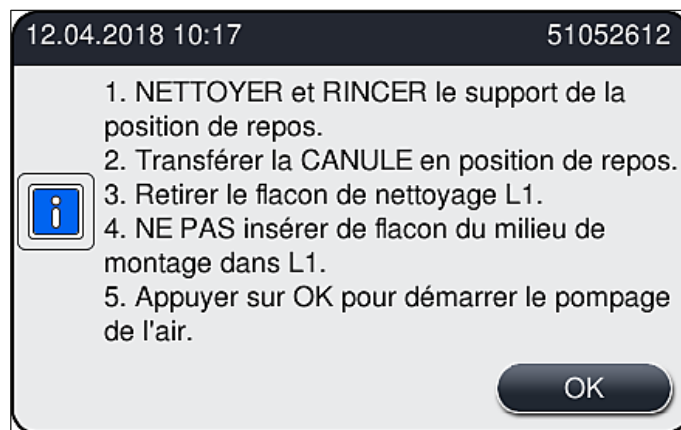

Fig. 105
4. Suivez les instructions du message d'information (→ Fig. 105) qui apparaît alors, et accusez réception du message en appuyant sur le bouton **OK**.